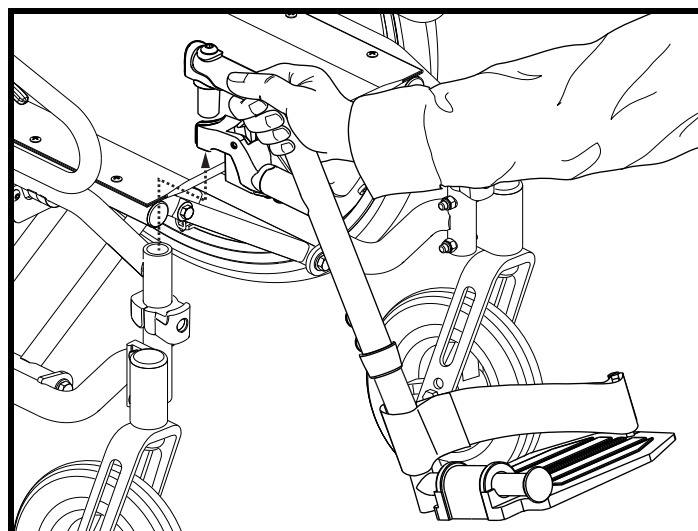

Figure 17. Enlèvement d'un SFR
3. Soulever le repose-pied (SFR) pour le retirer. **Voir la figure 17.**